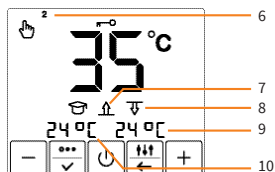

Abb. 4b / Fig. 4b / fig. 4b
- aktuell gemessene Boden- und Raumtemperatur (Abbildung 4b).
- indicating the current floor surface and air temperature (Figure 4b).
- en indiquant la surface du sol et la température de l'air (figure 4b).